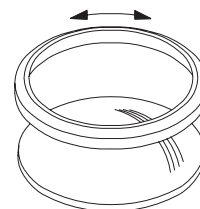

Fig 10
6. Slipa in det nya sätet mot kulsegmentet. Lägg på ventilslippasta och gnid säte och kulsegment mot varandra tills en sammanhängande matt yta erhållits runt tätningsytorna. (Fig 10).